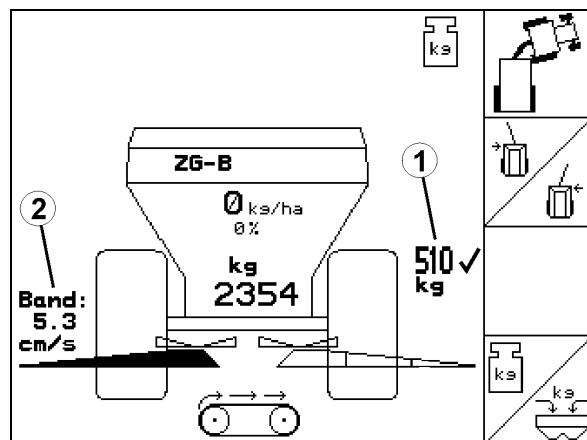

Fig. 24
Le volume d'engrais épandu est affiché sur le Menu travail (Fig. 24/1).
- **Durant l'épandage, le travail se fait désormais avec une vitesse de convoyeur optimisée (Fig. 24/1).**